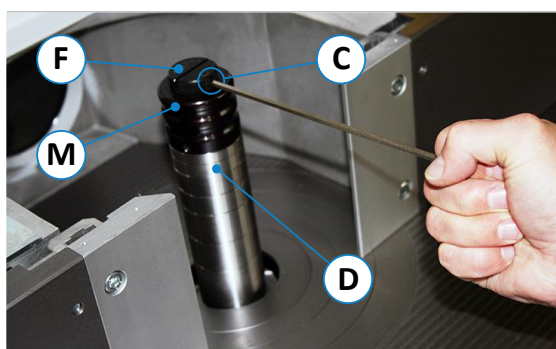

Figure 16 : mandrin porte-fraise avec serrage rapide
- Tourner maintenant la broche à la main de manière à ce que la vis de serrage (C) soit accessible (⇒ Figure 16).
- Actionner l'un des deux boutons d'arrêt d'urgence (4) et le laisser verrouillé.